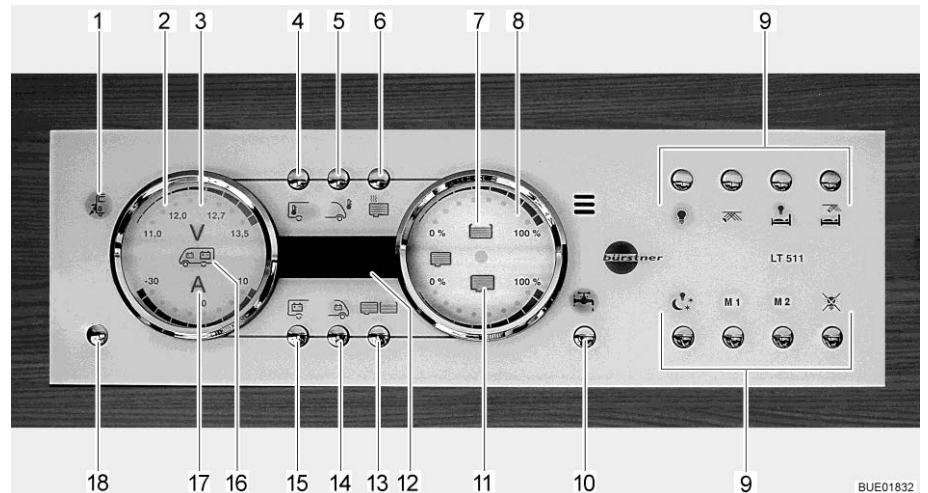

Bild 140 Panel LT 511
230 V-kontrollampan (Bild 140,1) lyser när nätspänningen ligger på el-blockets ingång.
Med huvudbrytaren 12 V (Bild 140,18) kopplas panelen och bodelens 12 V-försörjning till eller från.
- Slå på:** Tryck kort på knappen 12 V-försörjning (Bild 140,18). 12 V-försörjningen för bodelen är påslagen. Kontrollampa "12 V" lyser.
- ▷ Efter aktivering av försörjningen: om lysdioden "11,0" för voltindikeringen samt symbolen volt "V" (Bild 140,3) på indikeringsinstrumentet för batterierna (Bild 140,2) blinkar är bodelsbatteriets spänning för låg. Ladda batteriet.
- ▷ Efter aktivering av försörjningen: om kontrolllampan "12 V" och symbolen volt "V" (Bild 140,3) blinkar tre gånger är batterifrånkopplingen aktiverad. Avaktivera batterifrånkopplingen.
- Tryck kort på knappen 12 V-försörjning (Bild 140,18). 12 V-försörjningen för bodelen är avstängd. Kontrolllampan "12 V-försörjning" slocknar.
- Tryck på knappen bodelsbatteri (Bild 140,15) och håll den intryckt i ca 10 sekunder. Symbolen volt "V" (Bild 140,3) och kontrolllampan "12 V" blinkar tre gånger. Bodelsbatteriet är frånkopplat från 12 V-nätet.
- Tryck på knappen 12 V-försörjning (Bild 140,18) och håll den intryckt i ca 5 sekunder. Symbolen volt "V" (Bild 140,3) och kontrolllampan "12 V" blinkar tre gånger. Bodelsbatteriet är anslutet till 12 V-nätet. Kontrolllampan tänds efter ca 5 sekunder.
- Tryck på knappen bodelsbatteri (Bild 140,15). Symbolen volt "V" (Bild 140,3) lyser. Symbolen ampere "A" (Bild 140,17) lyser vitt eller rött beroende på laddning eller urladdning. Bodelsbatteriets spänning och ström visas via lysdioderna på indikeringsinstrumentet.
- Tryck på knappen startbatteri (Bild 140,14). Symbolen volt "V" (Bild 140,3) lyser. Startbatteriets spänning visas via lysdioderna på indikeringsinstrumentet.
- Tryck på knappen tank (Bild 140,13). Symbolerna vattentank (Bild 140,7) och avloppstank (Bild 140,11) lyser. Nivån i vattentanken (övre skala) och i avloppstanken (nedre skala) visas via lysdioderna på indikeringsinstrumentet.
Tanklarm Symbolen vattentank (Bild 140,7) eller symbolen avloppstank (Bild 140,11) blinkar när vattentanken är tom eller när avloppstanken är full.
Via den digitala indikeringen (Bild 140,12) kan innetemperaturen och utetemperaturen avläsas.
Indikeringar: ■ Tryck på knappen innetemperatur (Bild 140,4). Innetemperaturen visas.